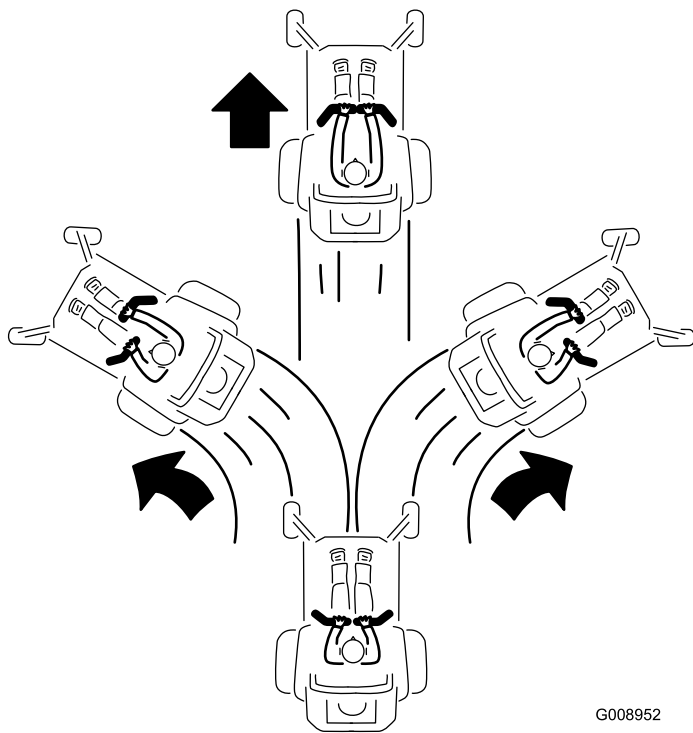

Figura 34
3. Per fare marcia avanti spingete lentamente in avanti le leve di controllo del movimento (Figura 34).